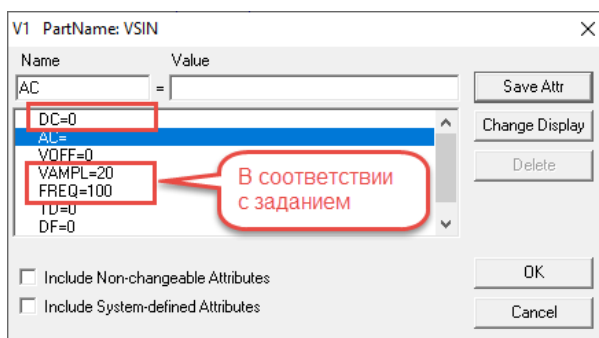

Рис.2. Параметры источника VSIN
Установить параметры источника VSIN (см. рис. 2) и сопротивление R_1 в соответствии с заданием.
- За основу этой схемы берется схема для снятия ВАХ стабилитрона (рис. 2). Источник тока IDC поменять на источник напряжения VSIN, с параметрами как в схеме однополупериодного выпрямителя. В схему добавить резистор R_1 как в схеме однополупериодного выпрямителя и второй стабилитрон Dbreak, аналогичный стабилитрону D_1 . Модель стабилитронов берется из файла Diodes.lib согласно варианту.